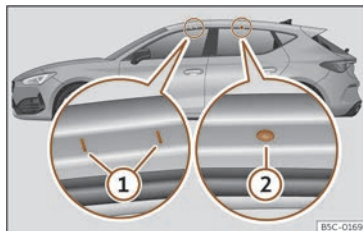

Fig. 193 Puntos de fixación das barras lonxitudinais para o portaequipaxes do teito (Leon).
Válido para León: Os puntos de fixación dianteiros e traseiros ① e ② só se poden ver coas portas abertas >>> **fig. 193**.